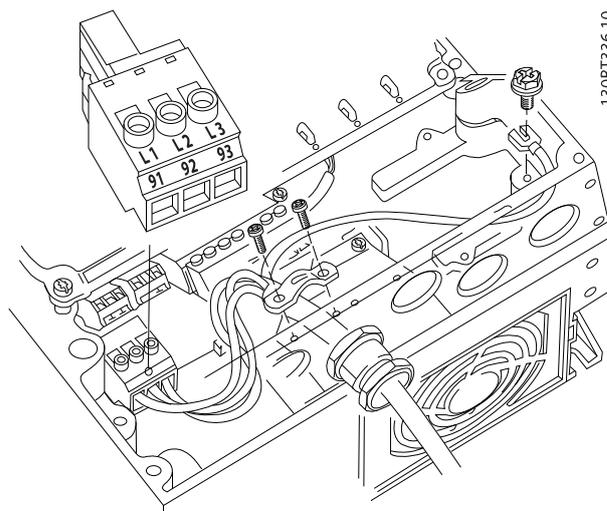

Рисунок 2.16 Подключение к сети питания переменного тока
- Подключите провода 3-фазного входного питания переменного тока к клеммам L1, L2 и L3 (см. Рисунок 2.16).